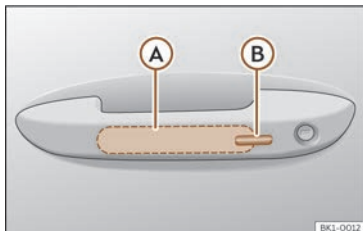

Fig. 72 Poignée de la porte : surfaces sensibles.
>>> **fig. 72**
- Touchez la surface sensible >>> **fig. 72** Ⓑ située sur la face extérieure de la poignée de porte. Tous les clignotants clignotent en même temps.
- Dans les 5 secondes qui suivent, touchez une fois le capteur sur la face extérieure de la poignée de porte >>> **fig. 72** . Ce faisant, ne saisissez pas la poignée. Le système Keyless Access est temporairement désactivé.